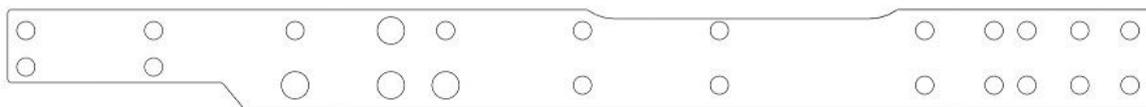

Рисунок 5Б Пластина проставочная для МТЗ-82 (только для КУН(TURS)-1500)
**При агрегатировании КУН 1500 на МТЗ-82, на лонжероны трактора устанавливается проставочная пластина ПБМ 1200.02.482 (см. рис. 5Б)**